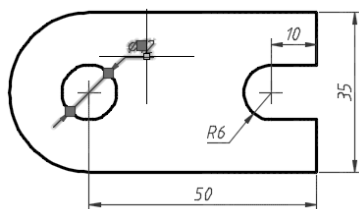

图 6-74 选择要编辑的直径尺寸
- 2) 在图形中选择要添加尺寸公差的直径尺寸，如图 6-74 所示。